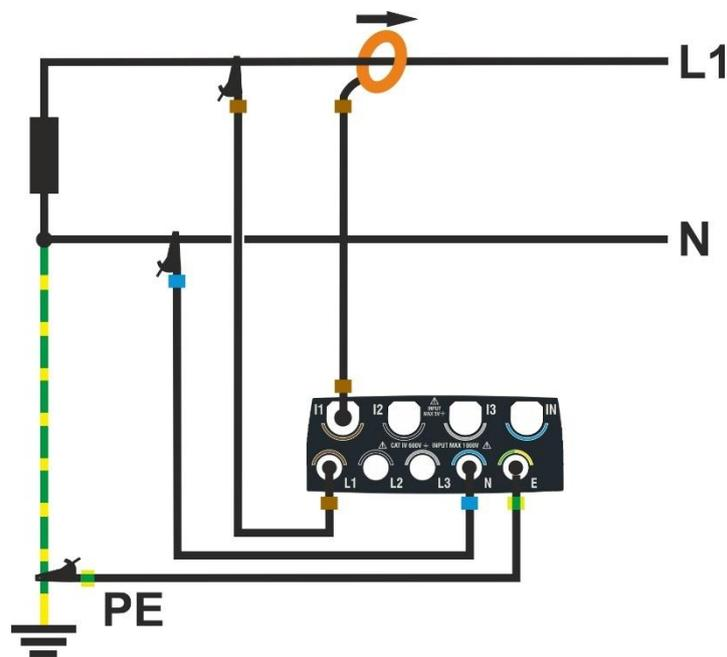

Fig. 64: Collegamento dello strumento in un sistema Monofase 2 fili
2. Collegare i cavi di tensione sui conduttori di L1, N e PE come mostrato in Fig. 64